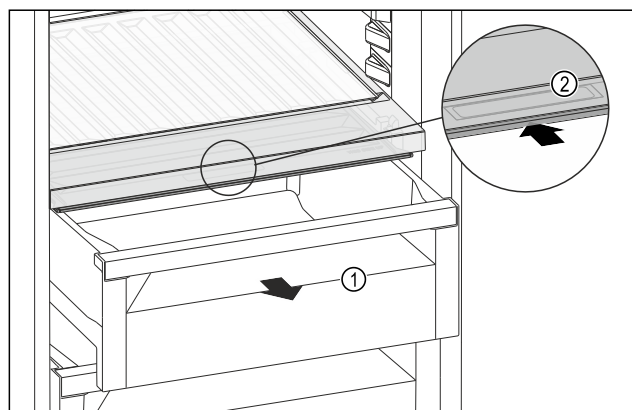

Fig. 117
- ▶ Extrageți sertarul Fig. 117 (1).
- ▶ Prindeți mânerul încastat Fig. 117 (2) de la capacul compartimentului și glisați concomitent capacul compartimentului spre partea posterioară.